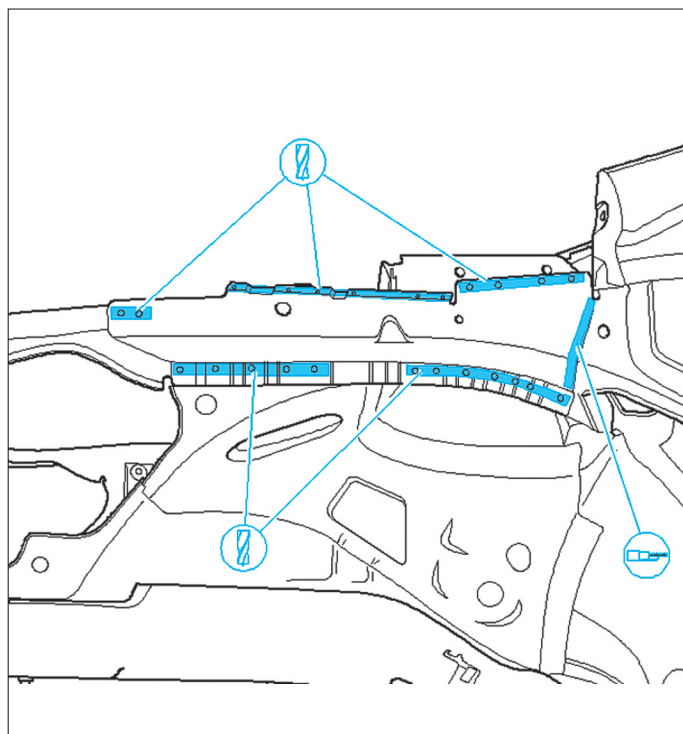

FIG. 18
- Meuler et percer les soudures de la partie supérieure du longeron (Fig.18).